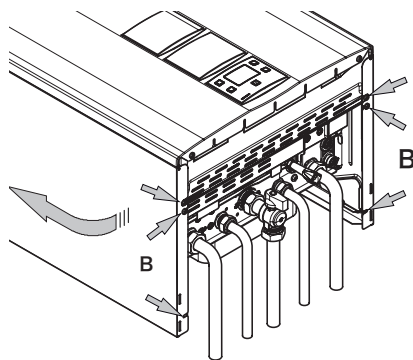

图 9.2
- 松开螺钉 B (图 9.2)，将侧面板向上推，使其脱离上支座，从而拆下侧面板。